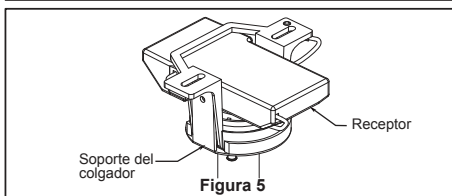

Figura 5
5. Pase los cables a través de la cubierta de unión del motor, la cubierta para el tornillo y el capuchón. (Figura 5)
- ☐ 4. Una vez que se ha realizado la conexión, deslice el receptor en el soporte del colgador, teniendo cuidado de no pillar los cables. (Figura 5)
- 5. Funciones del control remoto: (Figura 5)**